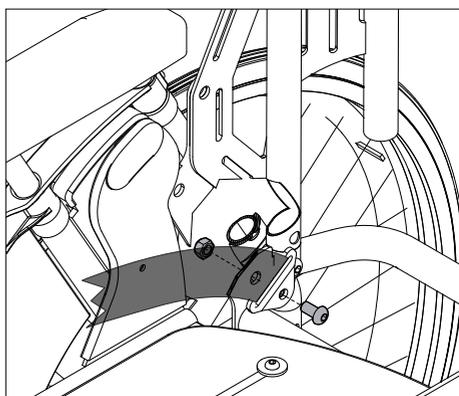

Figure 54
- Monter la ceinture lombaire comme montré à la figure 54. Utiliser la vis qui vient d'être déserrée.